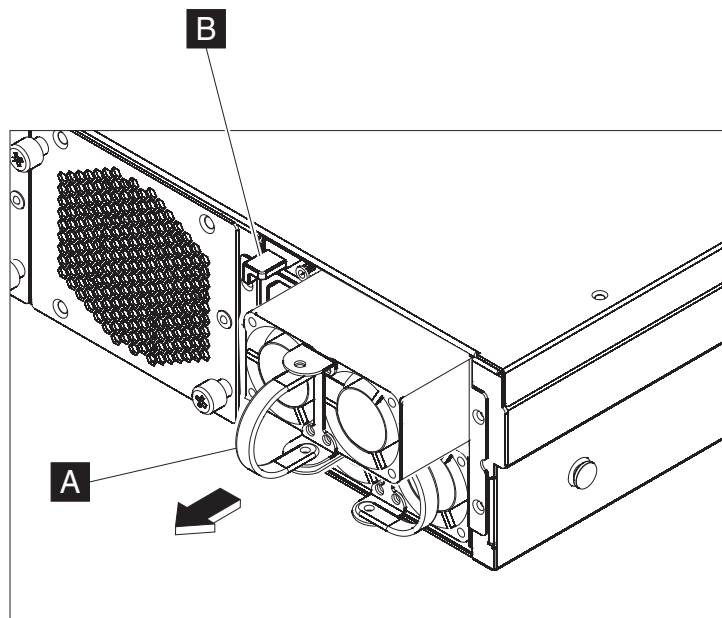

Figura 16. Extracción de un módulo de fuente de alimentación
- a. Sujete firmemente el asa **A** del módulo estropeado mientras presiona el pestillo de liberación naranja **B** hacia el asa, y mantenga el pestillo de liberación en esta posición, tal como se muestra en la Figura 16.